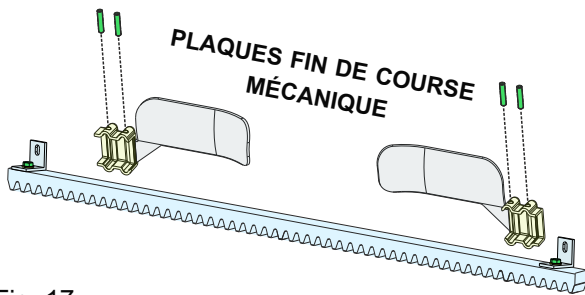
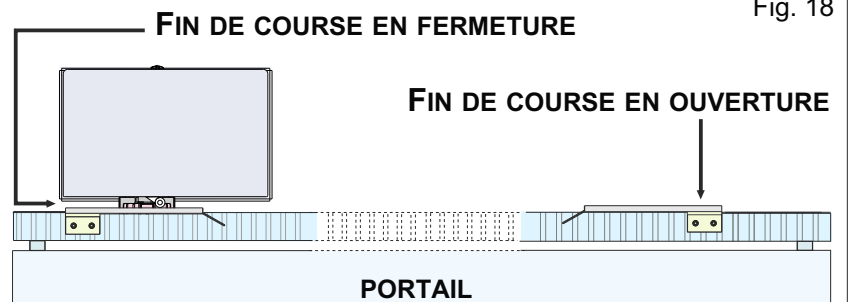

Fig. 17
Fig. 18
- Placez la plaque - Fig. 17 - sur la crémaillère en fonction de la position de fin de course souhaitée - Fig. 18; fixez la plaque sur la crémaillère à l'aide des vis fournies.